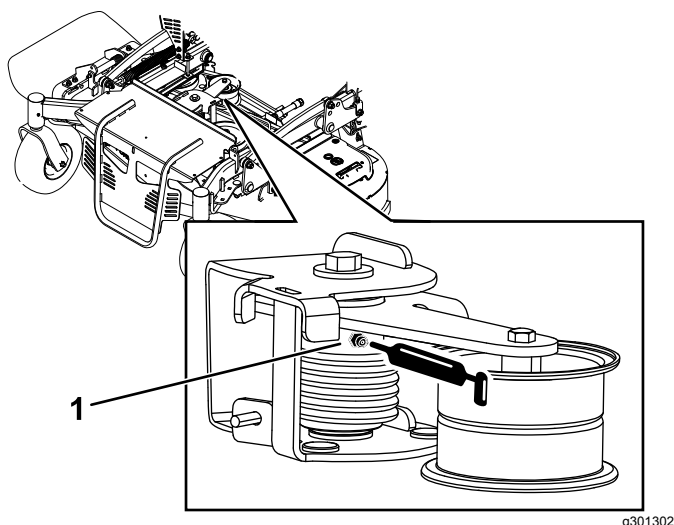

Figure 34
2. Graissez les graisseurs de la poulie folle de torsion sur le tablier de coupe avec de la graisse pour haute température aux emplacements indiqués à la Figure 34.